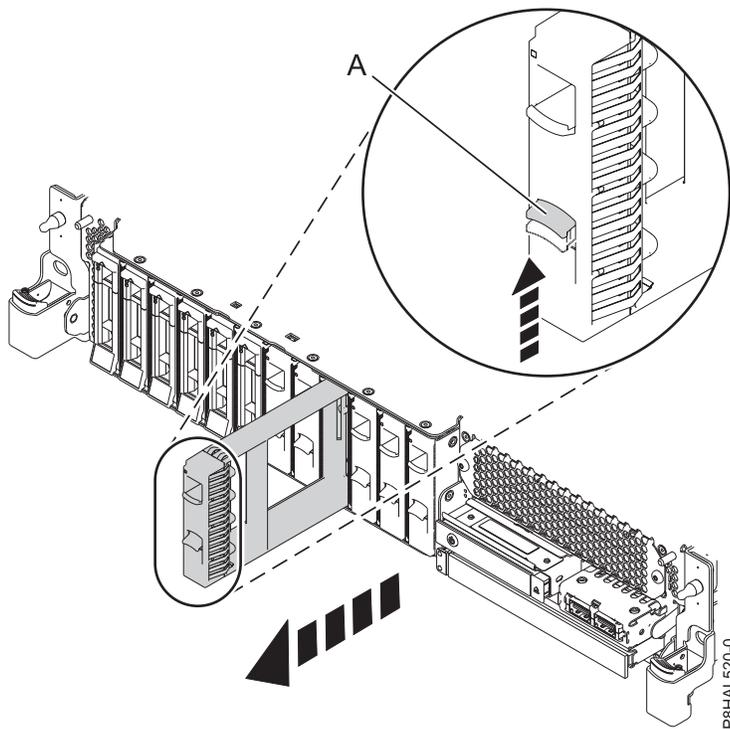

図 3. 基本機能 システムからのディスク・ドライブ・フィルターの取り外し
- a. フィラーのハンドルのロック **(A)** を、6 ページの図 3 に示されている方向に押します。